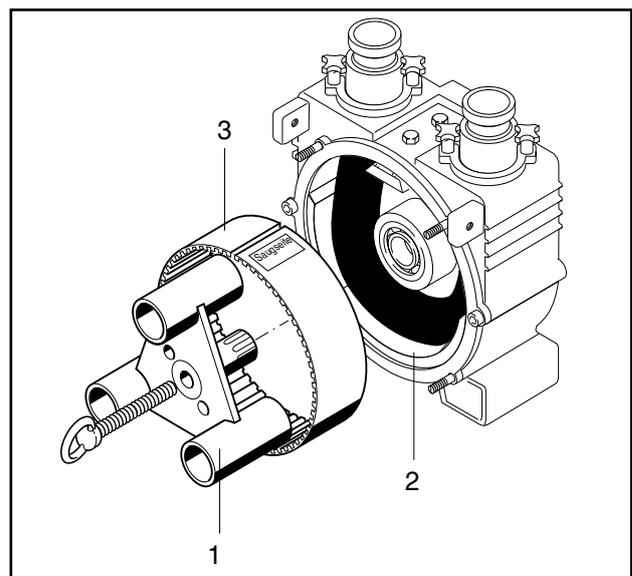

Fig. 3
Le matelas 2 (fig. 3) est un élément en élastomère intégré dans la pompe et sur lequel la compression la plus importante du flexible a lieu.
Le séparateur (pos. 3, fig. 3) permet d'isoler la chambre d'aspiration de l'intérieur de la pompe, mais aussi de préserver le tuyau de refoulement. Celui-ci protège le rotor (pos. 1, fig. 3) contre tous dommages causés par des produits abrasifs ou grossiers en cas de rupture du tuyau. Le séparateur peut être remplacé en desserrant simplement deux vis.